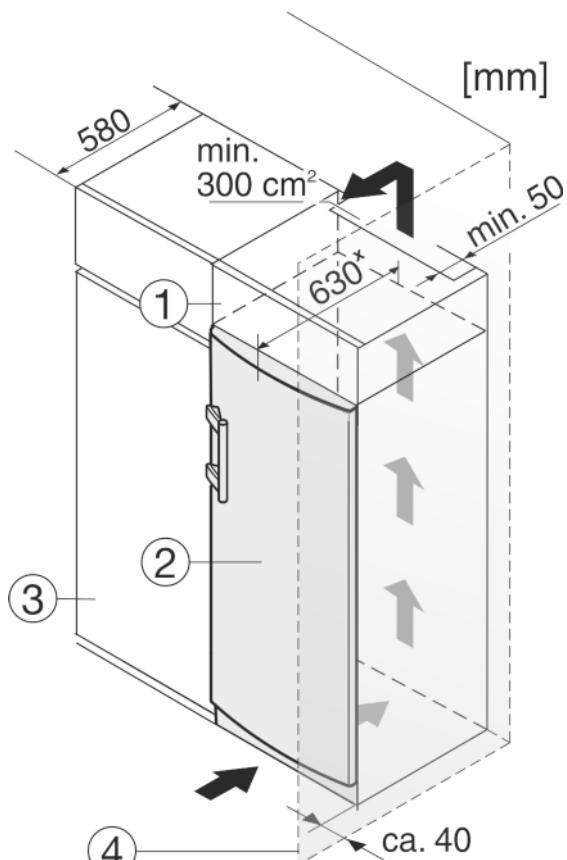

Fig. 12
Uređaj se može adaptirati za ugradnju u kuhinjske ormare. Kako biste uređaj Fig. 12 (2) prilagodili visini kuhinjskog namještaja, iznad uređaja možete postaviti viseći ormara Fig. 12 (1).
Kod adaptacije s kuhinjskim ormarima (dubina maks. 580 mm) uređaj se može postaviti izravno uz kuhinjski ormara Fig. 12 (3). Uređaj stoji bočno 34 mm x i u sredini uređaja 50 mm x nasuprot pročelju kuhinjskog ormara.
Kada se uređaj postavlja s okovima pored zida Fig. 12 (4), razmak između uređaja i zida mora iznositi najmanje 40 mm. To odgovara stajanju ručice kod otvorenih vrata.